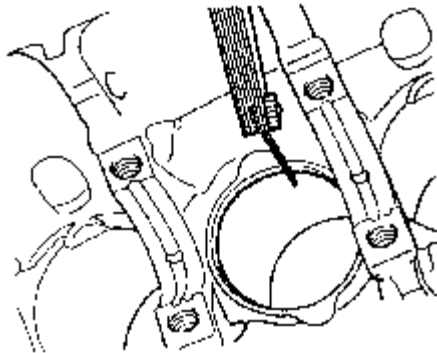

图 2-45 检查活塞环开口间隙
- (1) 相邻两活塞环的开口必须错位 120° 。
- (2) 用活塞环钳拆装活塞环。
- (3) 活塞环上“TOP”（向上）标记必须朝向活塞顶部。
- (4) 检查开口间隙，如图 2-45 所示。将活塞环沿气缸垂直向下推至离气缸顶部约 15mm 处，测量开口间隙值，开口间隙如表 2-6 所示。